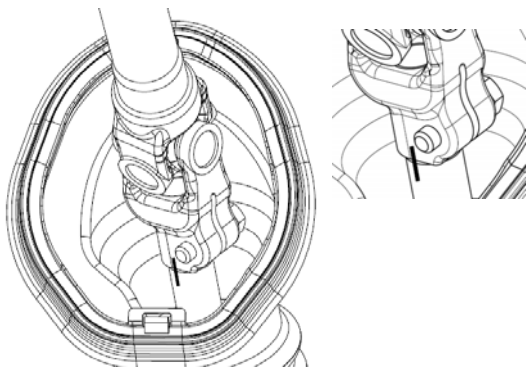

图 4-21
(1) 在中间轴下端与转向器输入轴配合处做好配合标记，如图 4-21 所示。
(2) 此时可以套上转向盘转动，使螺栓处于方便操作的位置，松开螺栓，拔出中间轴。